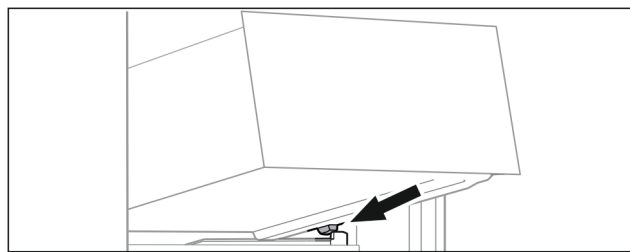

Fig. 90
- ▶ Поставете чекмеджето под ъгъл зад ограничителите върху реброто на съда. (виж Fig. 90)